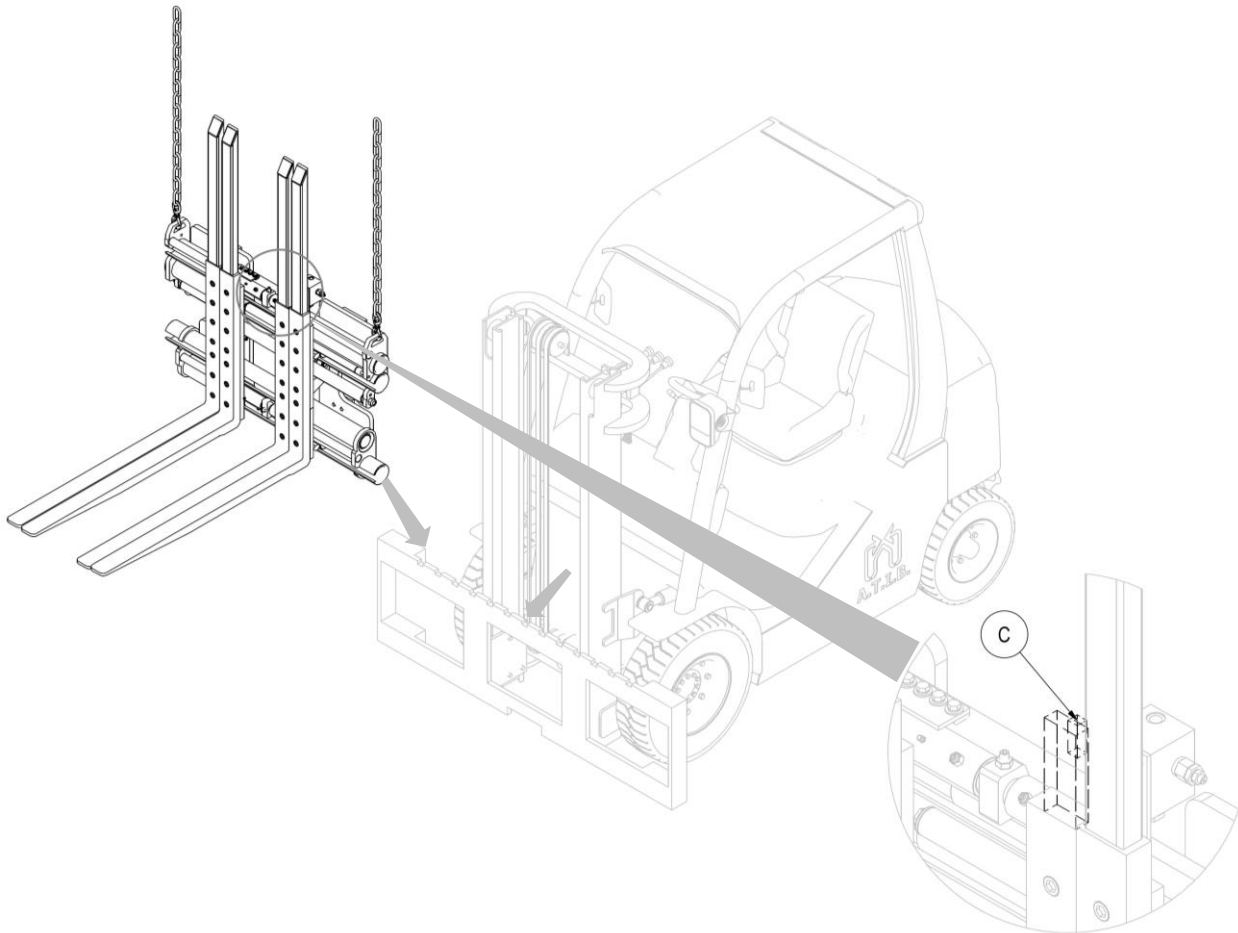

Figura 9
6. Agganciare quindi l'attrezzatura dai punti presa superiori e con un carroponete o un paranco di portata sufficiente posizionarla sulla piastra porta forche, avendo cura di incastrare il dente di centraggio C nella tacca centrale della stessa (vedi *Figura 9*).
5. Sollevare quindi l'attrezzatura dai punti presa superiori con un carroponete o paranco di portata sufficiente e rimuoverla dal carrello (vedi *Figura 5 e Figura 9 a pag. 12 e 16*).